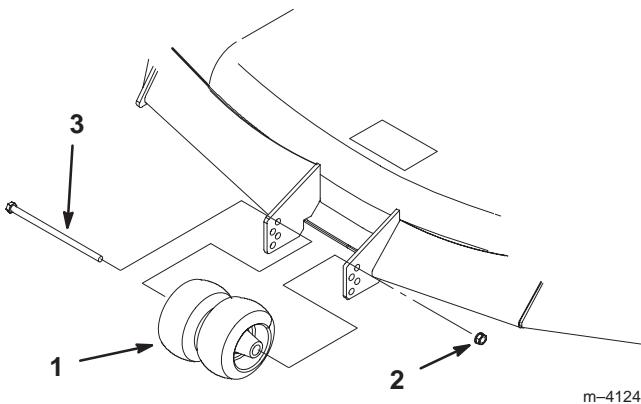

Bild 29
2. Entfernen Sie nach dem Einstellen der Schnitthöhe die Schraube und Mutter (Bild 29).
3. Wählen Sie die Lochposition so, dass die Radstelze so nahe wie möglich auf der gewünschten Schnitthöhe steht (Bild 29).
4. Bringen Sie die Schraube, die mittleren Walzen und die Mutter wieder an (Bild 29).